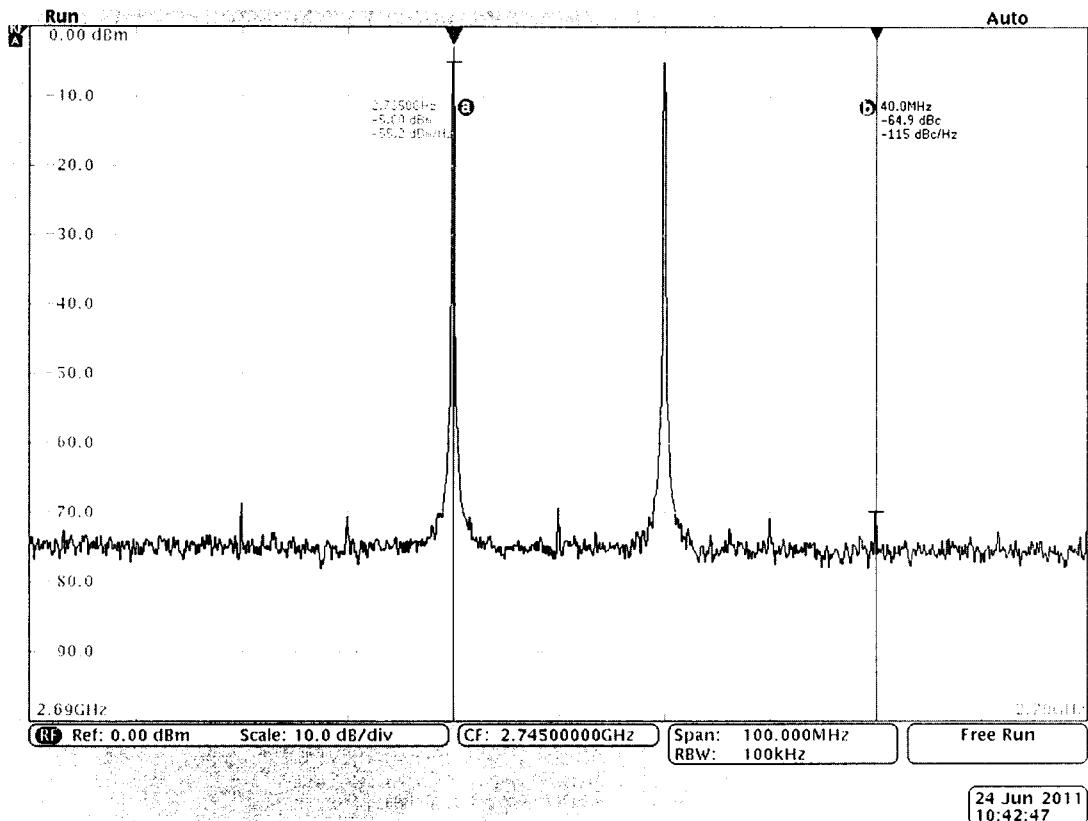

Рисунок 7.4.5. Интермодуляционные искажения
7.4.5.12 Найти пики интермодуляционных сигналов (см. рисунок 7.4.5) на частотах: